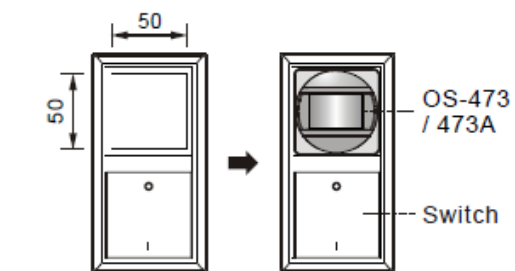

FIG. 11 2-gang switch
- Le double ou plus existant, dont les dimensions intérieures de l'entourage en plastique sont de 50 x 50 mm, peut être remplacé par l'OS-473 / 473A (voir FIG. 11).